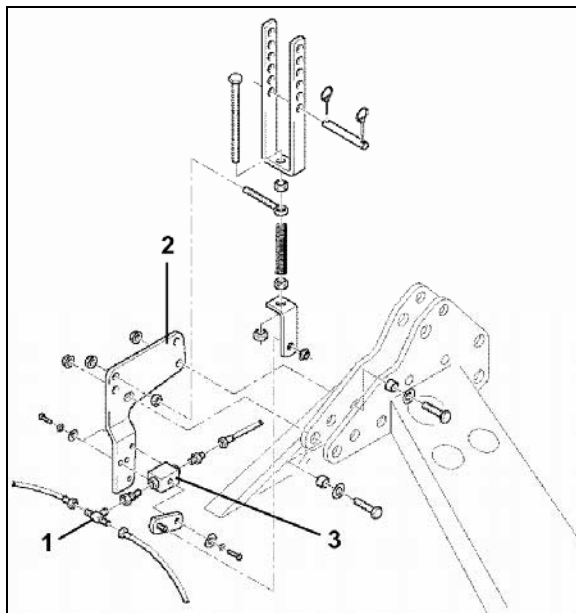

図 45
4. 油圧ラインをT字形コネクター（図 45/1）から外します。
5. バルブホルダー（図 45/2）をカルチベータのアップーリンクポイントにネジ止めします。
6. 油圧ラインをバルブ（図 45/3）にネジ止めし、トラクターまで引き回し、単動コントロールバルブに接続します。